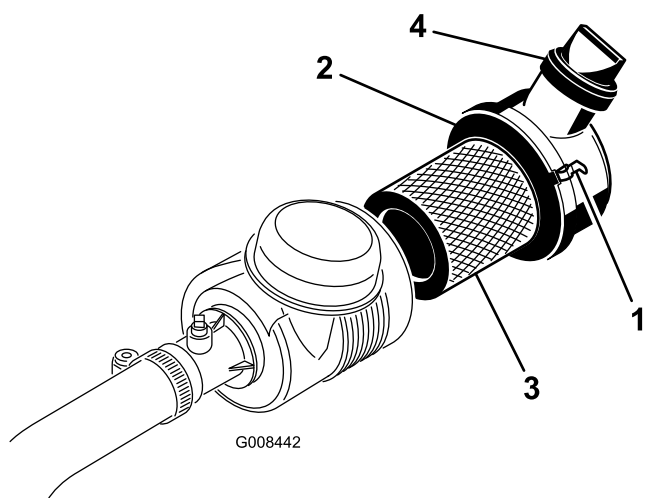

図 38
1. エアクリーナのカバーをボディーに固定しているラッチを外す(図 38)。
6. カバーを取り付け、ラッチを掛ける（図 38）。